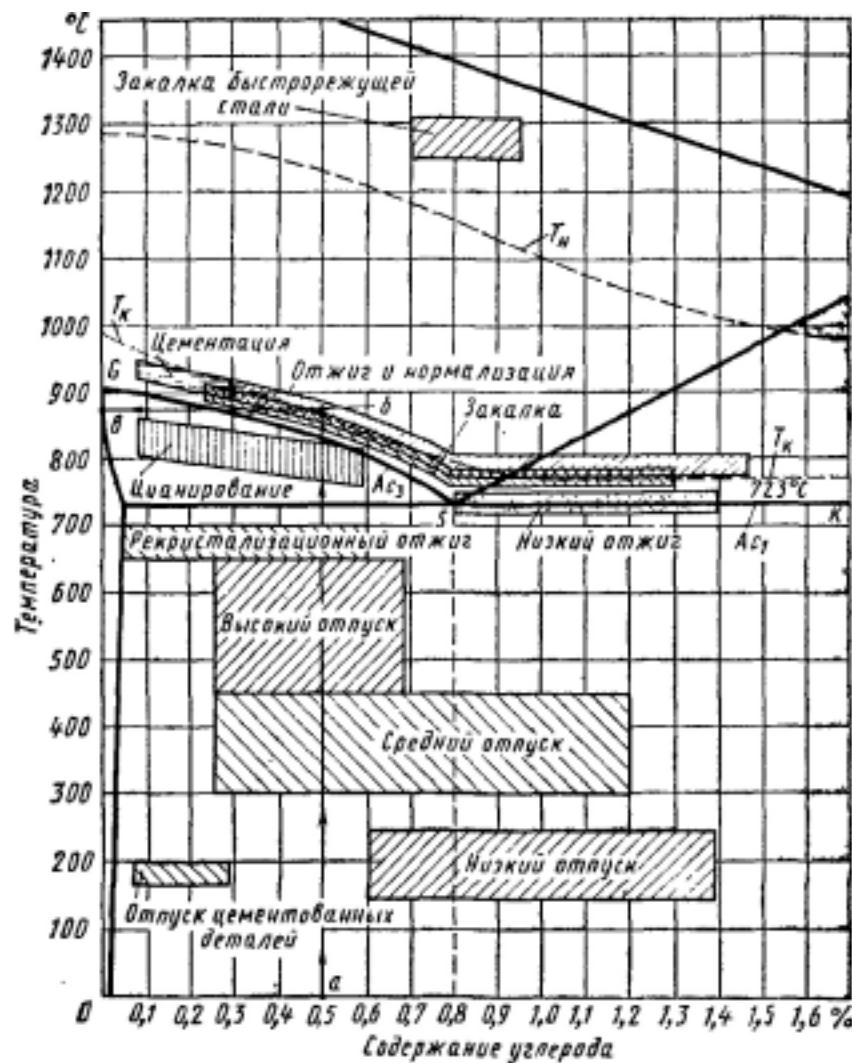

Рис. 8.2. Диаграмма состояния железо — углерод (Fe — C) для определения температуры нагрева сталей при термической обработке
В зависимости от цели изменения структурных превращений (диаграмма состояния показана на рис. 8.2) применяют следующие разновидности отжига.
Полный отжиг состоит в нагреве сталей, содержащих углерода до 0,8%, до температуры выше линии SG на 30-50°C, что отражено на диаграмме состояния железо — углерод (рис. 8.2), т. е. Ac3 + (30-50°C), а сталей с содержанием углерода больше 0,8% до температуры выше линии SK на 30-50°C, т. е. Ac1 +
Закалка состоит в нагреве углеродистых сталей, содержащих углерода до 0,8%, до температуры выше линии SG на 20-40°C (рис. 8.2), т. е. Ac3 + (20-40°C), а сталей с содержанием углерода более 0,8% - до температуры выше линии SK на 20-40°C, т. е. Ac1 + (20-40°C), выдержке при этих температурах и охлаждении в охлаждающей среде о соответствующей скоростью охлаждения (см. табл. 8.1).
Отпуск состоит в нагревании закаленной стали до температуры ниже Ac1 (см. рис. 8.2), выдержке при этой темпе-
Приближенные режимы нагрева поковок при термообработке можно устанавливать по диаграмме на рис. 8.2. Например, кузнец отковал поковку из углеродистой стали, содержащей 0,5% углерода. Требуется определить по диаграмме температуру нормализации. Для этого на горизонтальной оси находят точку а, соответствующую 0,5% углерода. Из точки а проводят вертикальную линию до пересечения ее в точке б с кривой для нормализации. Из точки б проводят горизонтальную линию влево до пересечения с вертикальной осью диаграммы в точке в. Точка в указывает, что температура нагрева поковки для нормализации приближенно будет равна 880°С.
Верхние критические точки нагрева сталей находятся на линии Ac3 (80) и Ac1 (SK). Поэтому можно сначала определять критические температуры нагрева на линиях Ac3 или Ac1 (рис. 8.2), а затем приводя к ним указанные выше величины температур и получать требуемые значения температур нагрева сталей для того или другого вида термической обработки.
Науглероживание наружного слоя происходит при нагреве готовых деталей в материалах, легко отдающих углерод, которые называют карбюризаторами. При этом сталь нужно нагревать до температуры выше линии 50 (см. рис. 8.2). Карбюризаторы могут быть твердыми, жидкими и газообразными. В кузницах не машиностроительных предприятий возможно применение цементации в твердых карбюризаторах, как наиболее простом способе.